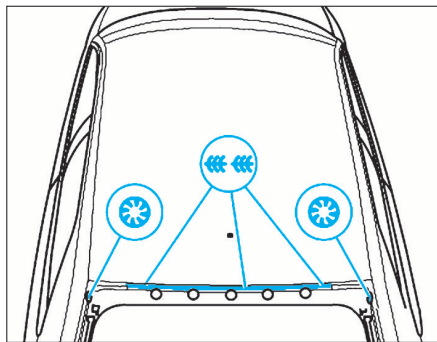

FIG. 46
- Souder le pavillon en effectuant un cordon de soudure discontinu sous gaz de protection (Fig.46).